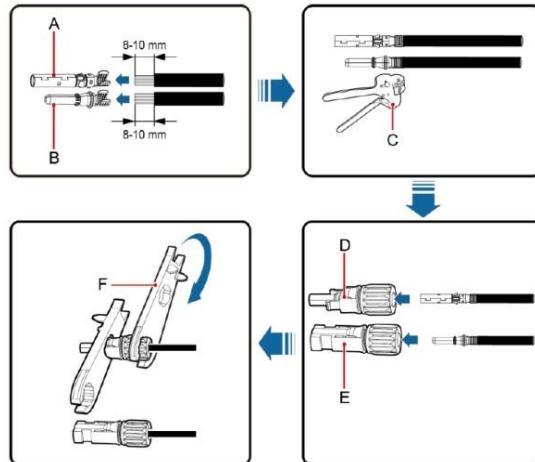

图 5.3 MC4 直流连接器与光伏组串的连接
(2) 直流连接器接好后，需用万用表测量直流输入组串的电压，验证直流输入线缆的极性，同时确保每路组串电压在逆变器允许范围内，如图 5.3 所示。